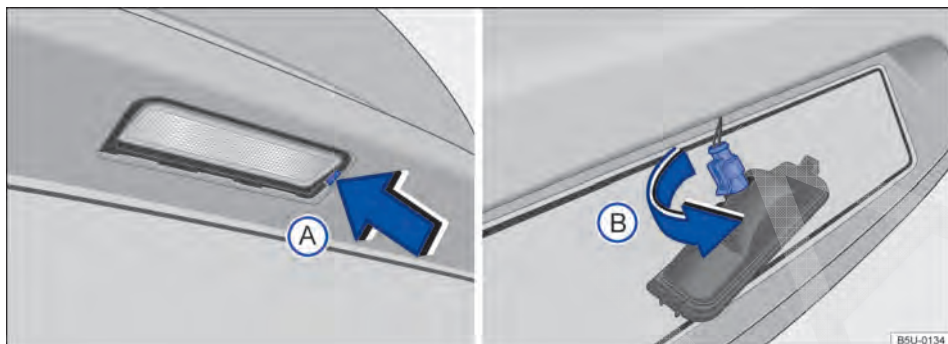

Fig. 175 No para-choque traseiro: remover a lanterna da placa de licença e o soquete da lâmpada.
2. Com o auxílio de uma chave de fenda, pressionar a trava → Fig. 175 (A) para remover o conjunto.
3. Girar o soquete da lâmpada no sentido da seta (B), e desencaixá-lo do alojamento.
7. Posicionar o soquete no alojamento e girar no sentido contrário ao da seta (B).